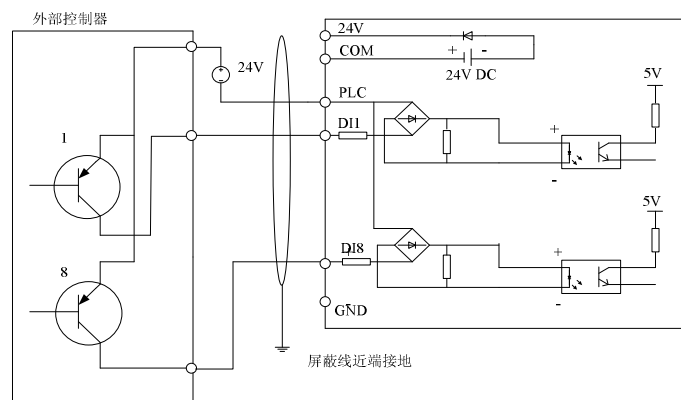

图 1-7 使用外部电源的连接方式
- 4) 使用外部电源的PNP连接方式（注意去除PLC与24V端子间的连接线），如图1-7所示。